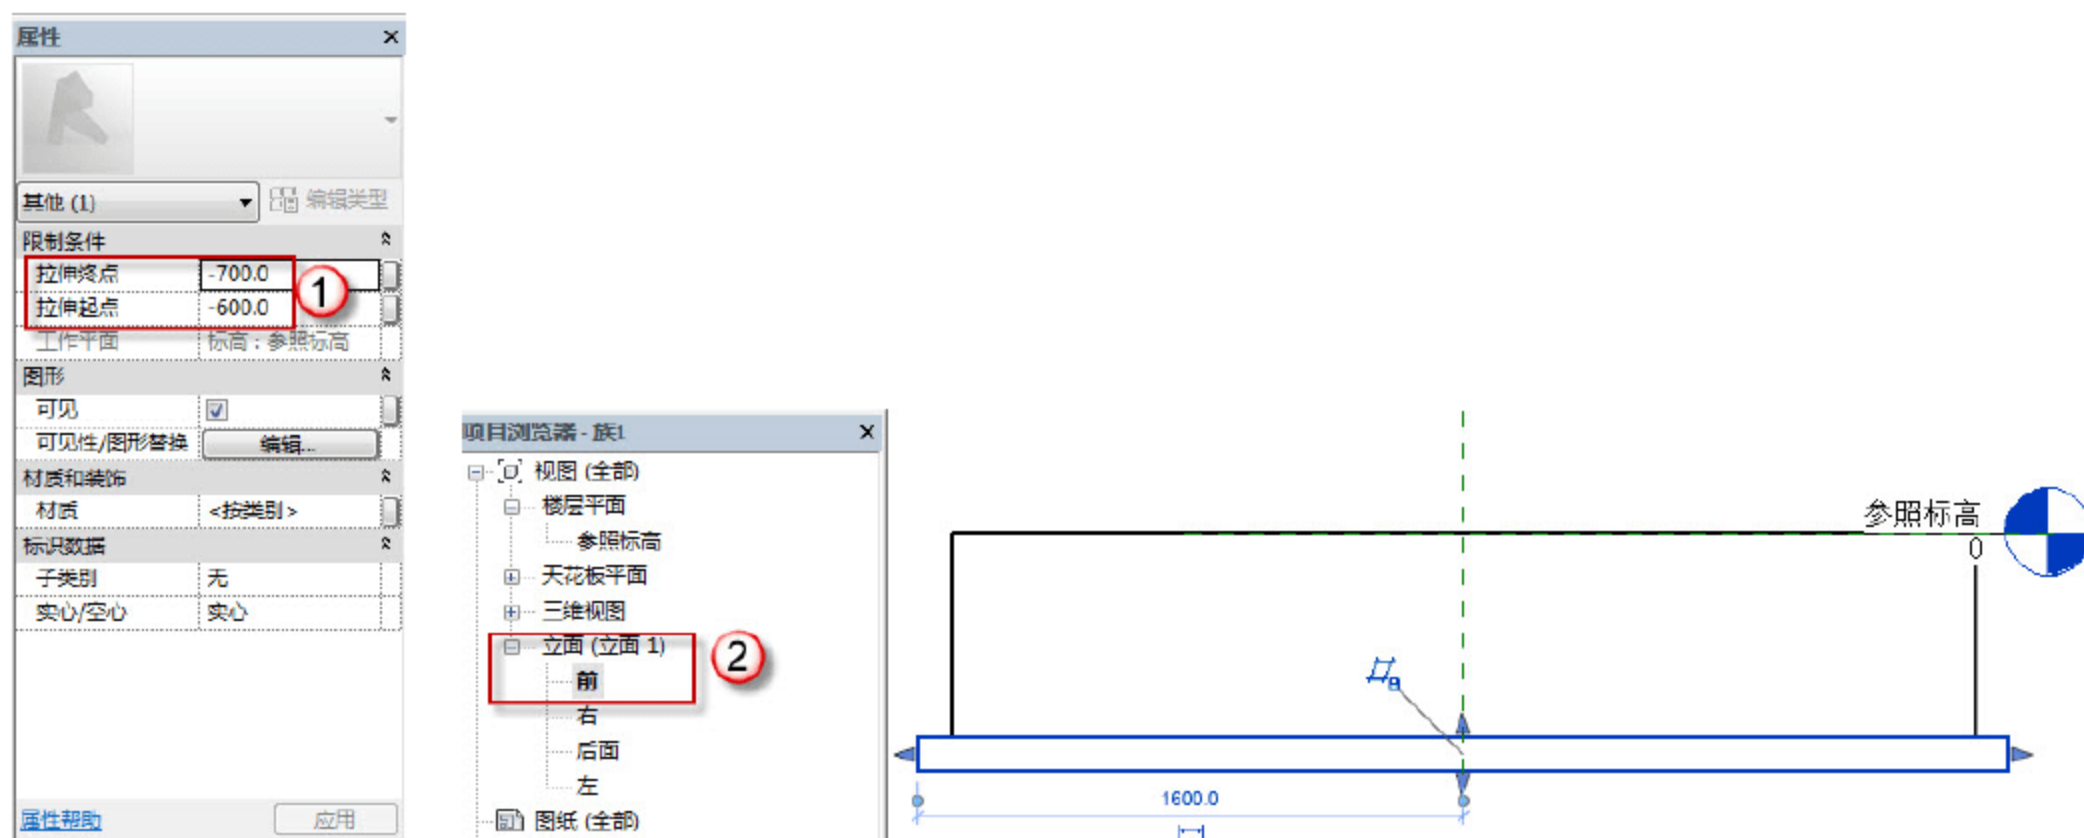

图 2.1.45 定义垫层高度
(6) 定义垫层高度。在定义承台高度时，采用“深度”定义，这里垫层的高度可以在承台高度基础上进行定义。选择“立面”→“前”命令，在“属性”面板中，在“拉伸起点”后输入数值-600，在“拉伸终点”后输入数值-700，单击√按钮确定，如图 2.1.45 所示。